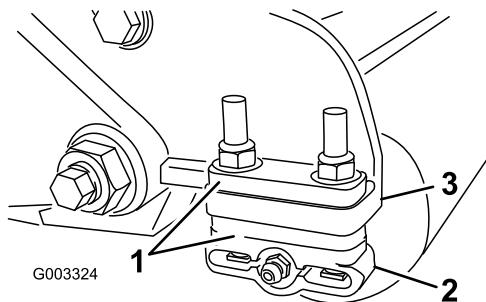

Bild 20
20), um die Halterungen der Heckrolle (Bild 20) auf die gewünschte Schnithöhe einzustellen, siehe Schnithöhentabelle.